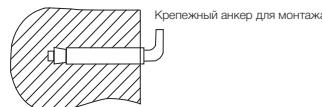

Рис. 3
2. После выбора места монтажа определите места под два крепежных болта с крюками (в зависимости от спецификаций выбранного изделия). Проделайте в стене два отверстия необходимой глубины с помощью сверла размером, соответствующим размеру крепежных болтов, вставьте винты, поверните крюк вверх, плотно затяните гайки, а затем установите на него электрический водонагреватель (см. рис. 3).